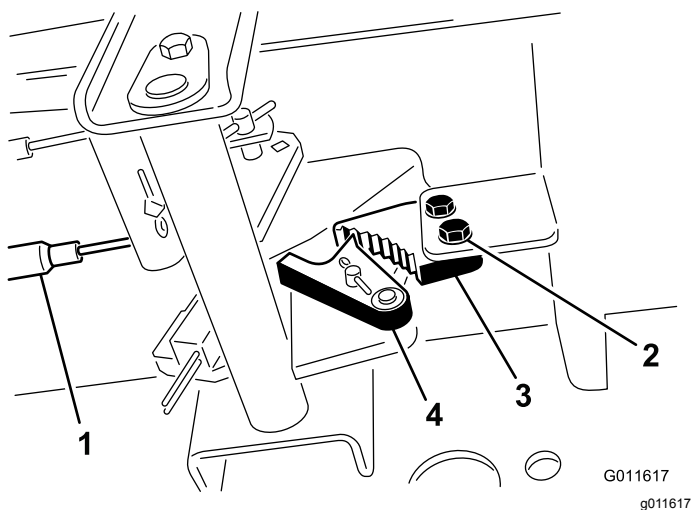

Рисунок 64
- Ослабьте два винта крепления защелки стояночного тормоза к раме (Рисунок 64).
- Нажмите педаль тормоза вперед, пока углубление тормоза не войдет полностью в зацепление с защелкой тормоза (Рисунок 64).